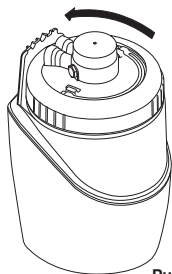

Рис. 34
5. Открутите и снимите шайбу (рис. 34).